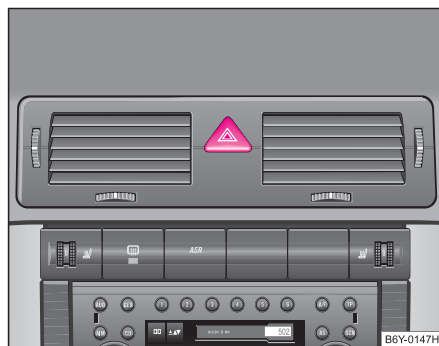

Fig. 35 Tabloul de bord: Înterupător pentru instalația de avertizare avarie
- Apăsați înterupătorul ⚠ ⇒ fig. 35, pentru a porni sau opri instalația de avertizare avarie.